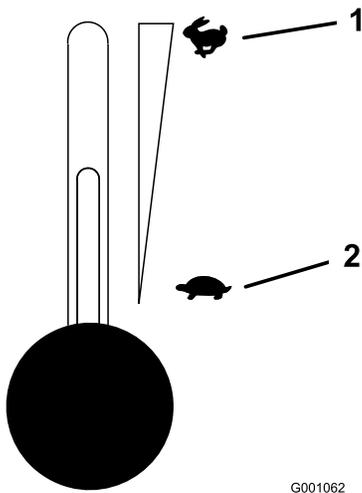

Figure 14
2. Réglez la manette d'accélérateur à mi-course entre les positions bas et haut régime (Figure 14).